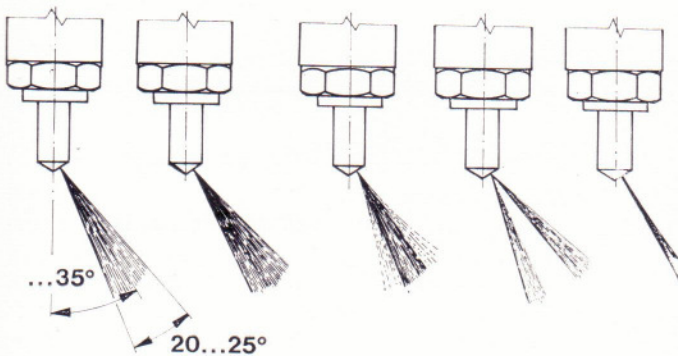

Bild 151
- Der austretende Kraftstoffstrahl darf keine lokalen Verdichtungen bzw. abfliegende Tröpfchen aufweisen (Bild 151).